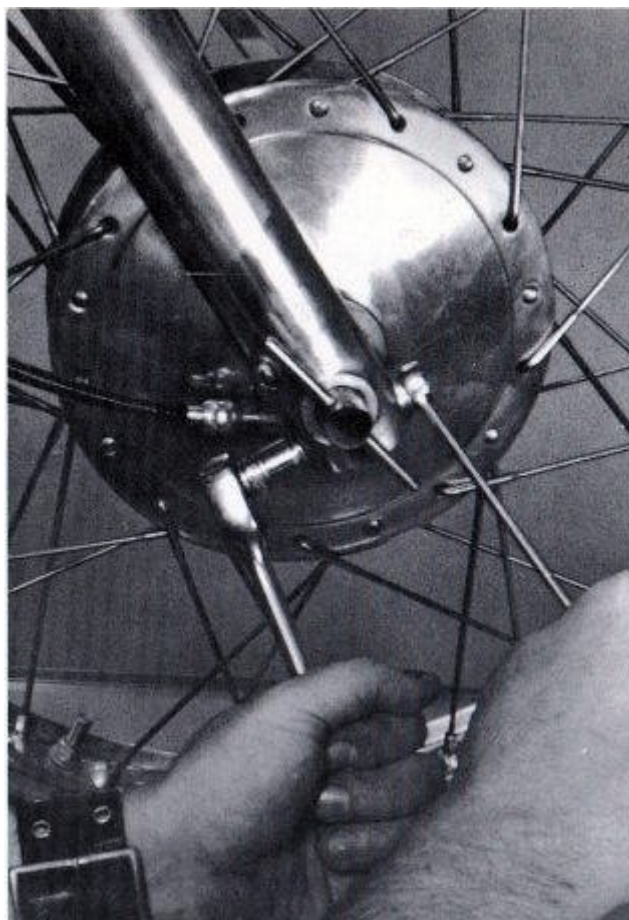

FIG. 158
2. Retire los dos de 10 mm las tuercas y los pernos que sujetan el freno de correa de anclaje a la pierna izquierda tenedor. Afloje y quite la tuerca del eje de 22 mm y arandela de seguridad. Afloje y retire el perno de 13 mm pizca eje y la tuerca de cada pierna tenedor. (Fig. 158)